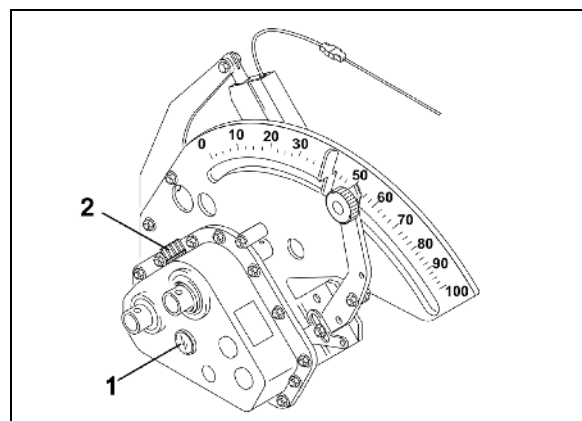

Bild 147
2. Oljeytan måste vara synlig i mätfönstret (Bild 147/1).
6. Fyll på Vario-växellådan genom oljepåfyllningsröret (Bild 147/2) till mätfönstret (Bild 147/1) med växellådsolja.
7. Sätt på locket på oljepåfyllningsröret efter påfyllning (Bild 147/2).